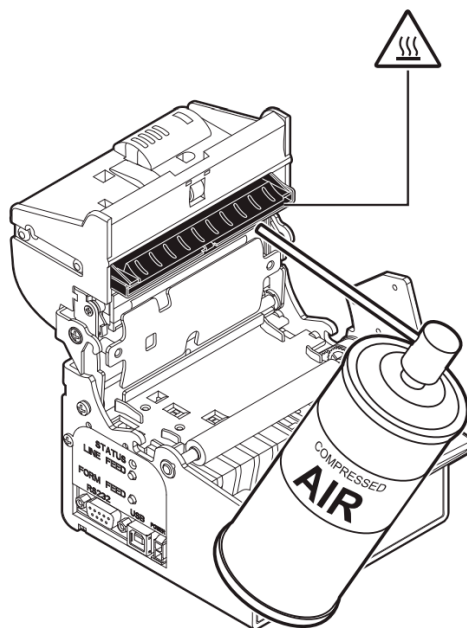

Рисунок 24. Очистка резака принтера (окрашен черным цветом на рисунке)
3. Очистка резака принтера сжатым воздухом (см. рис. 24). Для очистки не используйте спирт, растворители или жесткие щетки. Не допускайте попадания воды или других жидкостей внутрь принтера.